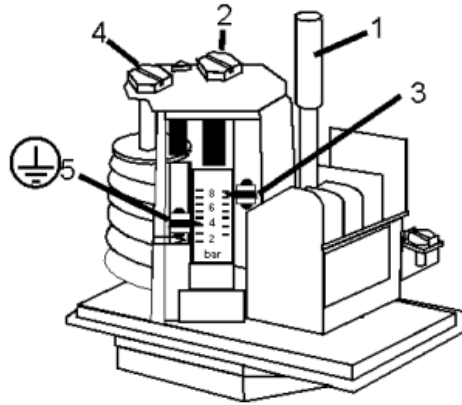

Fig. 2
Beállítás (Fig. 2-nek megfelelően)
- Manuális nyugtázású típusoknál (FF 4...-DRH, vagy DDH): Miután a nyomás a felső alapérték alá csökken, vagy az alsó alapérték fölé emelkedik a nyugtázás 1-es gombbal (ld. Fig. 2)